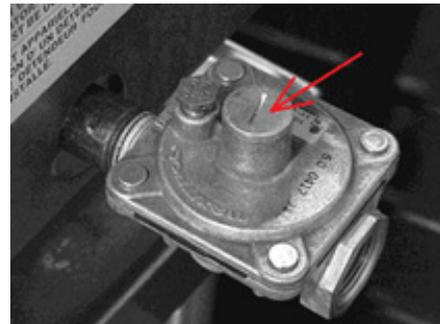

Fig. 7
3. Cambie el kit de resorte del regulador de presión al modelo para gas licuado de petróleo, ajustado a 254 mm C.A. (10" C.A.) (Fig. 7).